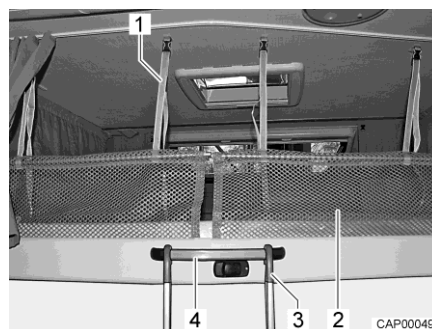

Bild 88 Stege och skyddsnät
- Haka fast stegen (Bild 88,3) med båda byglarna i handtaget (Bild 88,4) på den höjbara sängen.
Skyddsnet Skyddsneten (Bild 88,2) med fästremmarna befinner sig under madrassen. Skyddsneten ska först monteras när personerna som ska sova där befinner sig på den höjbara sängen.
Hänga upp: ■ Haka fast fästremmarna (Bild 88,1) i hållarna i taket.